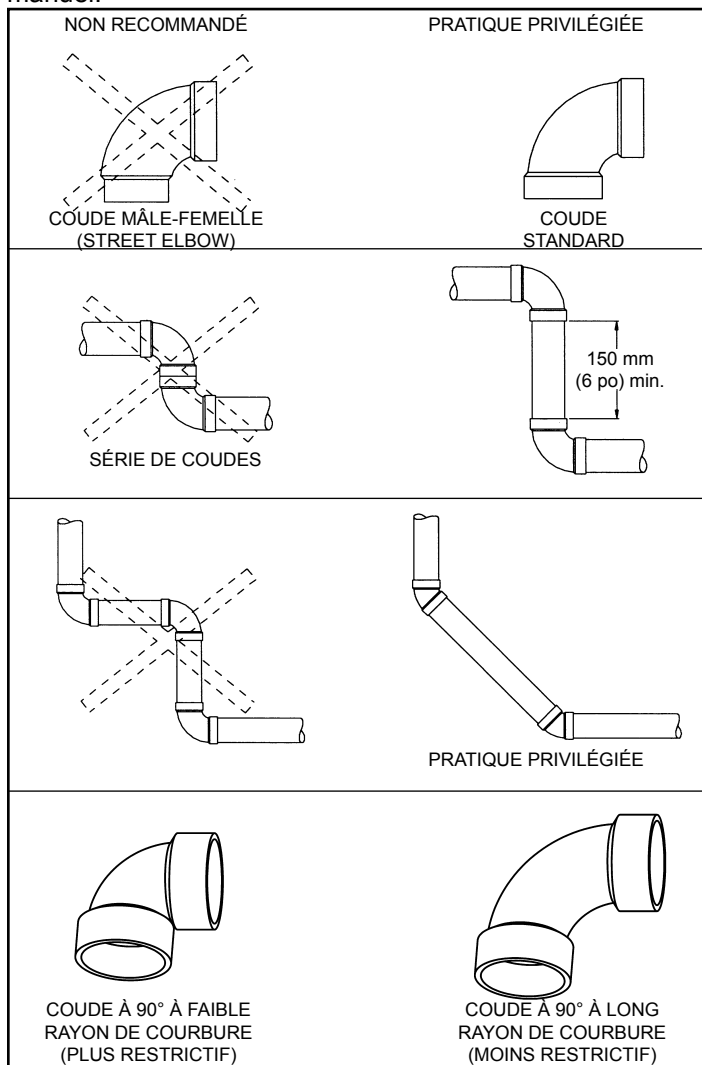

Figure 13
Note: les renseignements contenus dans la Figure 13 sont fournis à titre indicatif. Bien qu'ils cherchent à illustrer les meilleures pratiques en matière de ventilation, ils n'ont pas priorité sur les exigences du "Code d'installation du gaz naturel et du propane" CSA-B149-1, ou de tout autre code provincial ou national applicable.
4. Ne pas utiliser deux coudes à 90° "bout-à-bout"; ne pas utiliser de coudes mâle-femelle (street elbow). Il doit y avoir une section droite d'une longueur minimale de 150 mm (6 po) entre deux coudes consécutifs. Les coudes placés trop près l'un de l'autre et les coudes à faible rayon de courbure réduisent fortement la capacité d'évacuation du système. La Figure 13 présente des exemples de raccords de conduits d'évacuation.